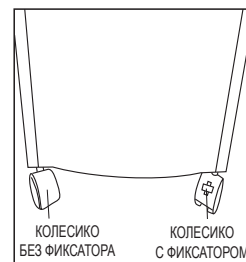

РИС. 1
**Примечание:** Колесики с фиксатором предназначены для двух передних отверстий и колесики без фиксатора предназначены для двух отверстий сзади в нижней части устройства (показано рис.1)